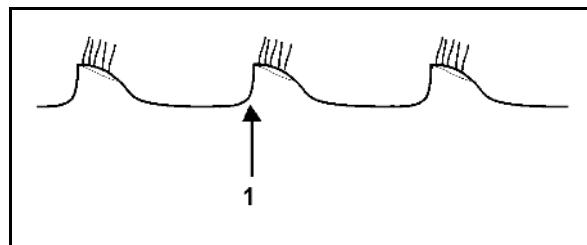

図 50
このため、6つのスロットが利用可能です (図 50)。
3. リンチピン (図 50/1) を外します。
4. エキセントリックピン (図 50/2) を所望のスロットに差し込んでください。
優先挿入孔は矢印 (図 50/3) で印がつけられています。